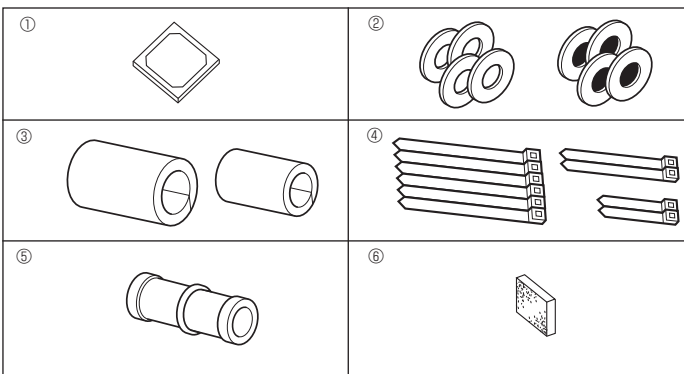

Fig. 4-1
4.1. Έλεγχος των βοηθητικών εξαρτημάτων της εσωτερικής μονάδας (Fig. 4-1)